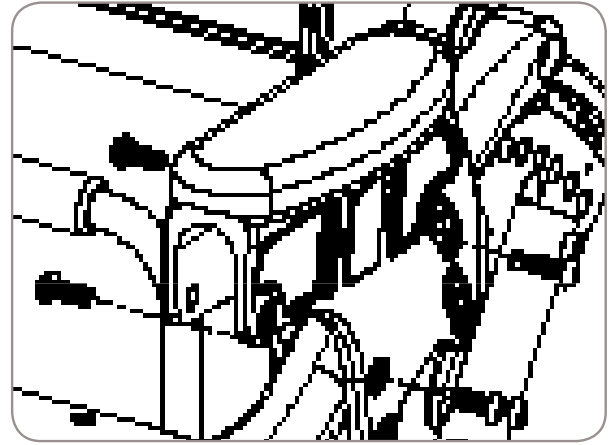

Figura 27
1. Retire los pernos de cabeza de botón (4). Se requiere una llave hexagonal de 4 mm. Referencia figura 27.